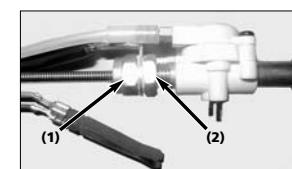

Figura 4a - Sostenga la tuerca de compresión (1), afloje la tuerca de bloqueo (2)
- Con dos llaves de 14 mm, sostenga la tuerca de compresión y afloje la tuerca de bloqueo (ver Figura 4a). Luego retire la tuerca de compresión.